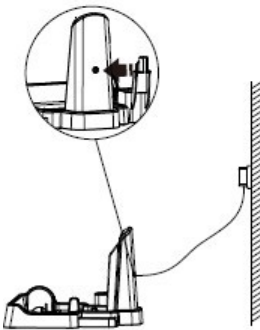

Abb. 13
- I. Stecken Sie das Netzteil in die Steckdose, siehe Abb.13.